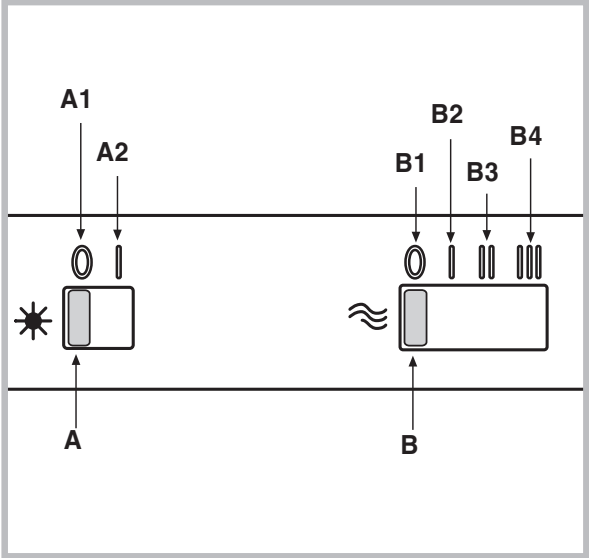

Fig.8
• **Сигналы управления (Рис.8)** slider- символика указана ниже: